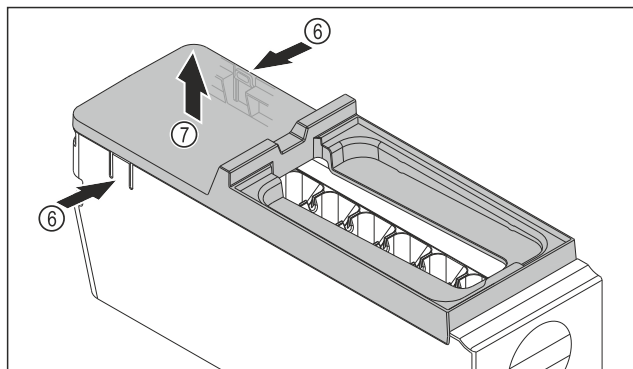

Fig. 142
- ▶ Retirer le couvercle du corps de l'EasyTwist-Ice : D'une main, pousser les languettes Fig. 142 (6) des deux côtés du corps de l'EasyTwist-Ice.
- ▶ De l'autre main, retirer le couvercle Fig. 142 (7) vers le haut.